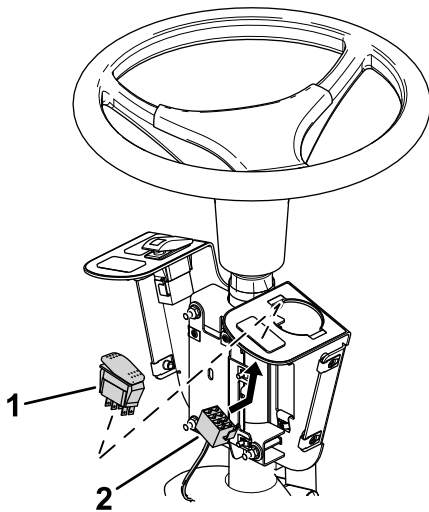

Bild 8
10. Entfernen Sie den Blindstopfen und installieren Sie den Schalter der Rundumleuchte mit dem erhöhten Ende nach oben (**Bild 8**).
11. Schließen Sie den Anschluss der Rundumleuchte an den Schalter an (**Bild 8**).